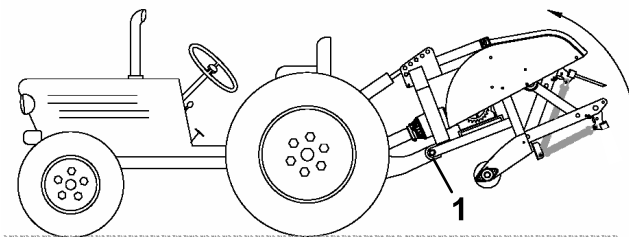

Figura 26
**Nota:** Para evitar una elevación excesiva, conecte los brazos de elevación de la unidad de tracción en los taladros superiores del soporte de elevación, si está instalado (Figura 26). El ángulo máximo del árbol de la TDF es de 35°.